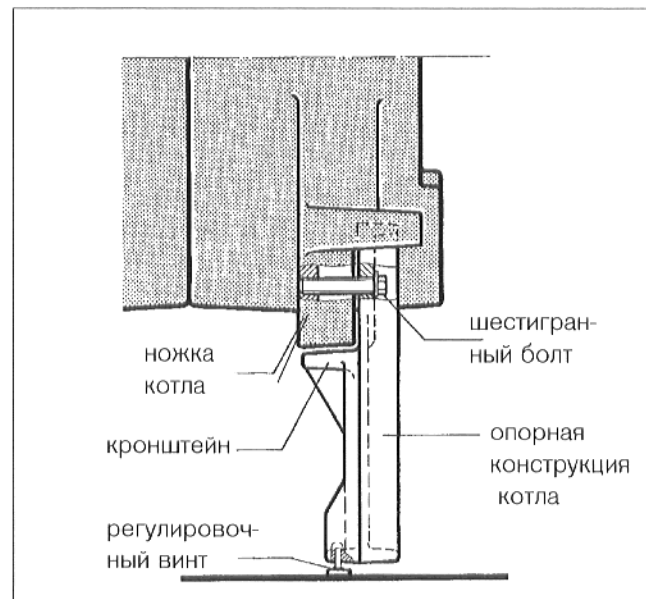

Рис. 6
- Привинтить кронштейн спереди к ножкам котла (рис. 6). Шестигранные болты М 10 входят в комплект поставки опорной конструкции котла.
- Приставить кронштейны к опорной конструкции котла под ножки у задней части (рис. 6)
- Привинтить кронштейн сзади к ножкам котла (рис. 6). Шестигранные болты М 10 входят в комплект поставки опорной конструкции котла.